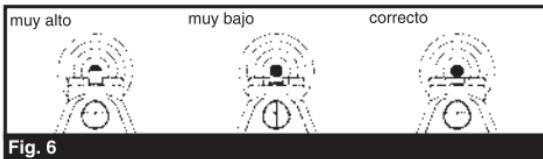

Fig. 6
- La pistola de aire está apuntando correctamente cuando del punto de mira está en posición exactamente de la mira de atrás. La parte de arriba de la hoja del punto de mira debe de estar al mismo nivel con la parte de arriba del agujero en la mira de atrás. El blanco debe de parecer como que descansa en la parte de arriba del punto de mira (**Fig. 6**).